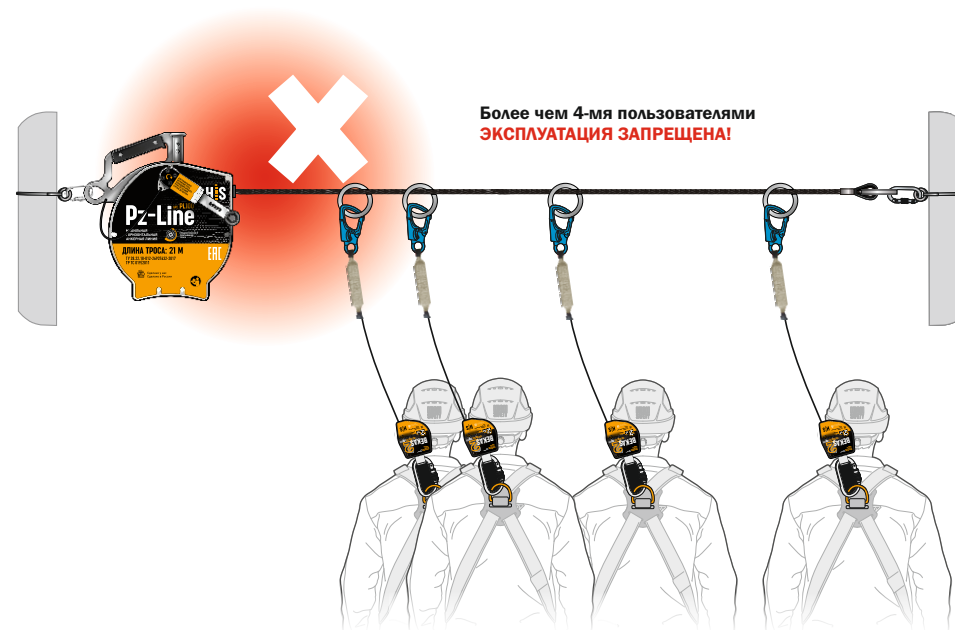

Рис. 12 Запрещено использовать анкерную линию более, чем 4-мя пользователями одновременно.
- использовать анкерную линию более чем двумя пользователями одновременно (**рис. 12**);